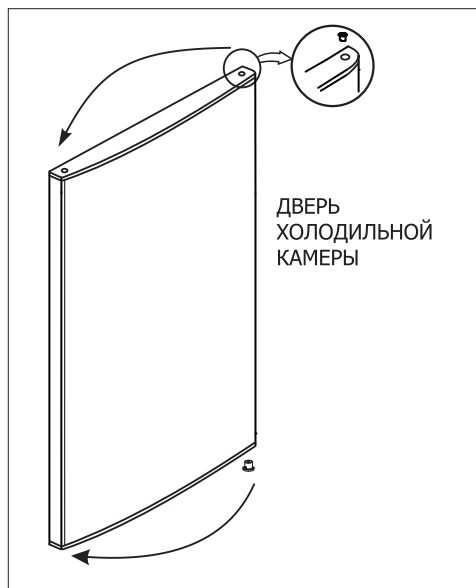

Рисунок 6.
**4** - Снимите верхнюю и нижнюю втулки с правой стороны двери холодильной камеры и установите их в отверстия на левой стороне двери (Рис. 6).